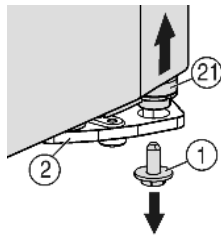
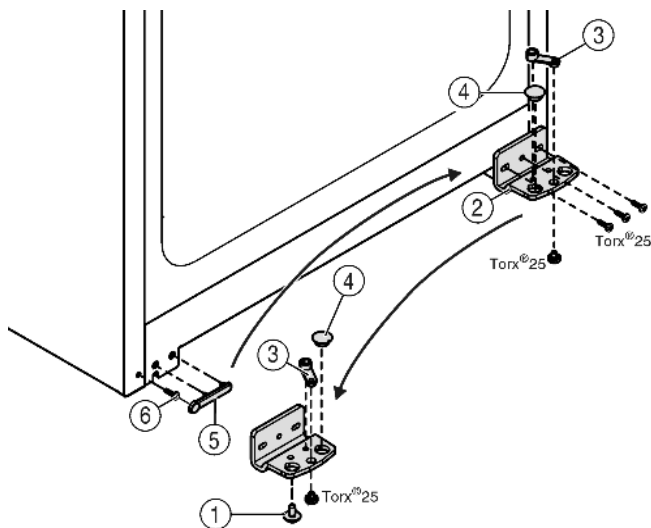

Fig. 5
Fig. 6
- ▶ Внизу справа на опорном кронштейне выкрутите фиксирующий винт *Fig. 5 (1)*.
- ▶ Опорный палец *Fig. 5 (21)* можно извлечь из опорного кронштейна *Fig. 6 (2)*.
- ▶ Если установочный винт *Fig. 5 (21)* не откручивается, его можно вынуть, нажав на него снизу.
- ▶ Открутите опорный кронштейн *Fig. 6 (2)*.
- ▶ Открутите опорную деталь *Fig. 6 (3)* и, переставив в отверстие на противоположной стороне опорного кронштейна, снова прикрутите.
- ▶ Извлеките заглушку *Fig. 6 (4)* из опорного кронштейна и переставьте ее в отверстие на противоположной стороне опорного кронштейна.
- ▶ Осторожно снимите крышку со стороны ручки *Fig. 6 (5)*.
- ▶ Выкрутите болт *Fig. 6 (6)* и вкрутите на противоположной стороне.
- ▶ Снова установите крышку *Fig. 6 (5)*.
- ▶ Снова прикрутите опорный кронштейн *Fig. 6 (2)* на новой стороне шарнира (с моментом 4 Нм). При необходимости используйте аккумуляторный шурупверт.
- ▶ Вкрутите фиксирующий винт Fig. 5 (1) внизу в опорный палец и затяните (с моментом 4 Нм).